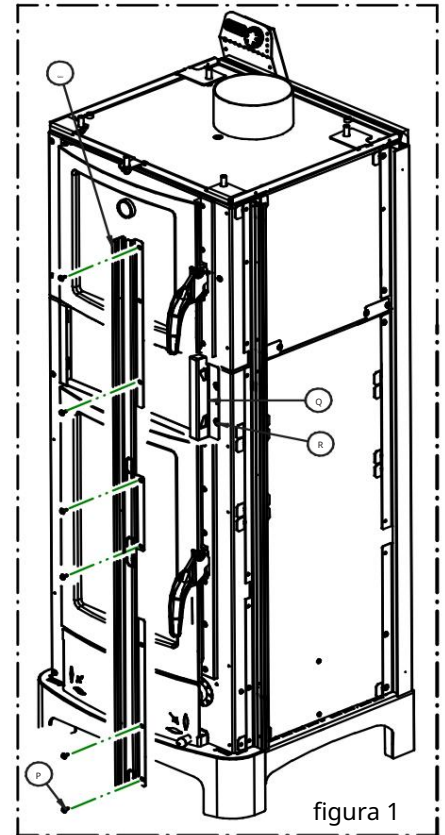

figura 1
- Deșurubați cele 4 șuruburi R și scoateți suportul Q (figura 1).
- Acum fixați suporturile ceramice O cu șuruburile P (figura 1).
- Scoateți suporturile ceramice O și Q așa cum este indicat pe pagina anterioară (figura 1).